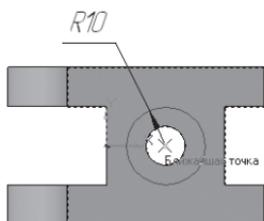

Рис. 221
- постройте окружность радиусом 10 мм ($\varnothing = 20$), работает глобальная привязка Ближайшая точка (рис. 221);